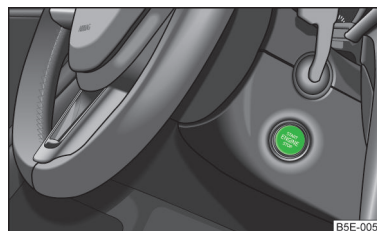

Fig. 91
- Parar el motor o desconectar el encendido pulsando el botón de arranque » fig. 91.
➤ Pulsar brevemente el botón de arranque » fig. 91 de la página 99, se conectará el encendido.
➤ Pulsar brevemente el botón de arranque » fig. 91 de la página 99, se desconectará el encendido.
➤ Pulsar el botón de arranque » fig. 91 de la página 99 durante más de 1 segundo o dos veces en el plazo de 1 segundo.
➤ Pulsar el botón de arranque » fig. 91 de la página 99 brevemente, el motor arranca.
➤ Pulsando el botón de arranque » fig. 91 de la página 99 parar el motor, al mismo tiempo se desconecta el encendido.